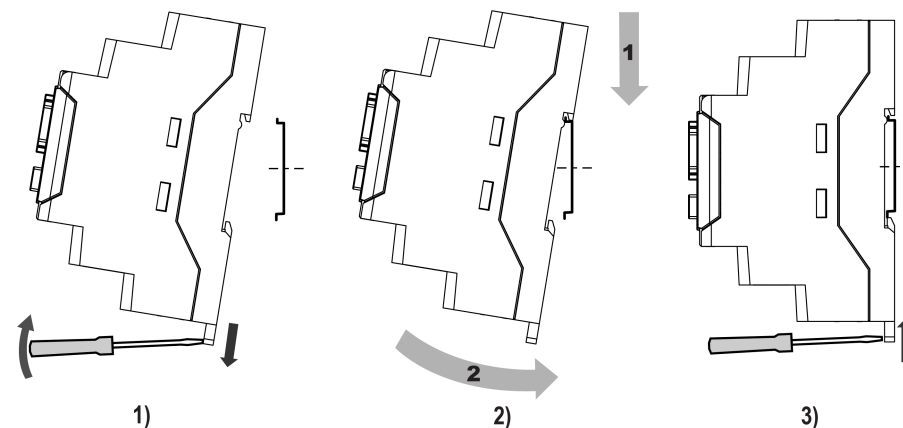

Рисунок 5.2 – Монтаж прибора
3. Прижать прибор к DIN-рейке (см. рисунок 5.2, 2, стрелки 1 и 2). Отверткой вернуть защелку в исходное положение.
2. Вставив отвертку в проушину, оттянуть защелку (см. рисунок 5.2, 1). Установить прибор на DIN-рейку.